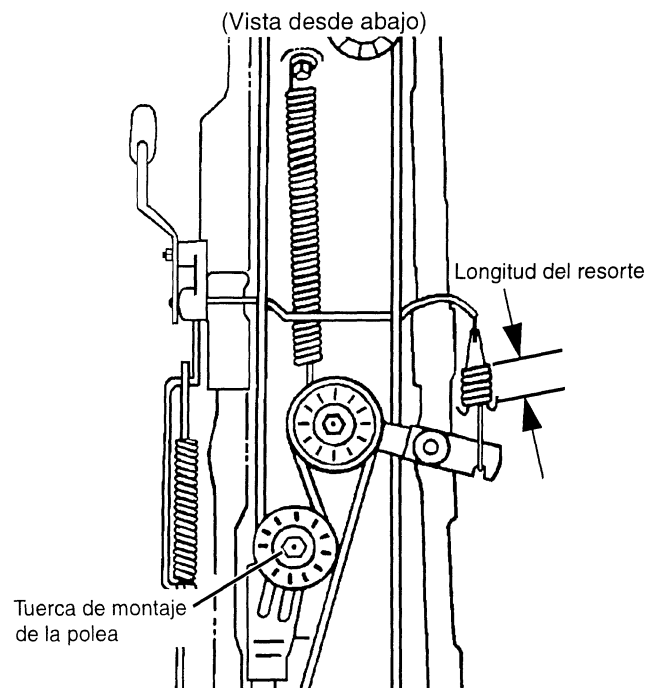

FIGURA 39
- Mida la longitud del resorte móvil del embrague. (vea la Figura 39) La medición deberá ser entre 1.65 y 1.77 pulgadas (de 42 a 45 mm). La longitud del resorte móvil del embrague se ajusta al deslizar la polea loca trasera sobre su soporte de montaje acanalado, de la manera siguiente: